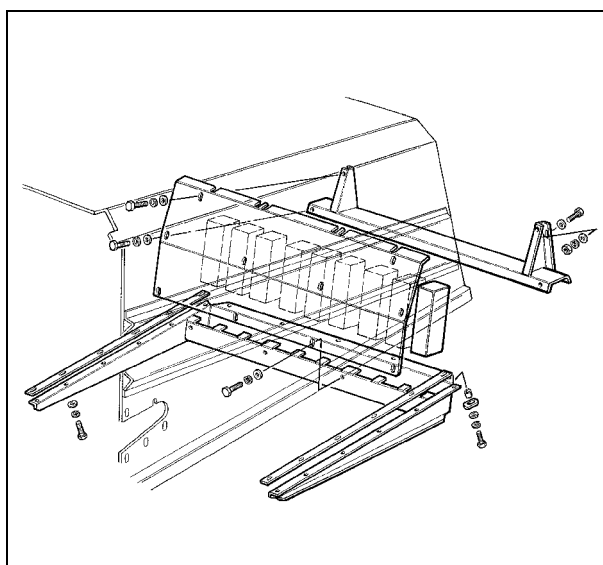

Рис. 18
- Балластные грузы на кожухе клавишного соломотряса (Рис. 18), для машин без соломорезки. Это балласт коробчатого типа, который должен устанавливаться внутри соответствующей опоры.